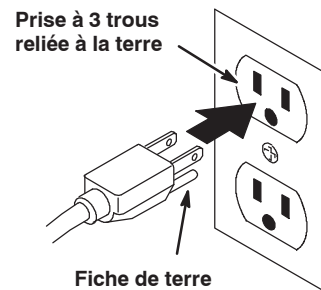

FIG. 23
5. Branchez le cordon d'alimentation CA du chargeur sur une prise mise à la terre correctement (Figure 23).